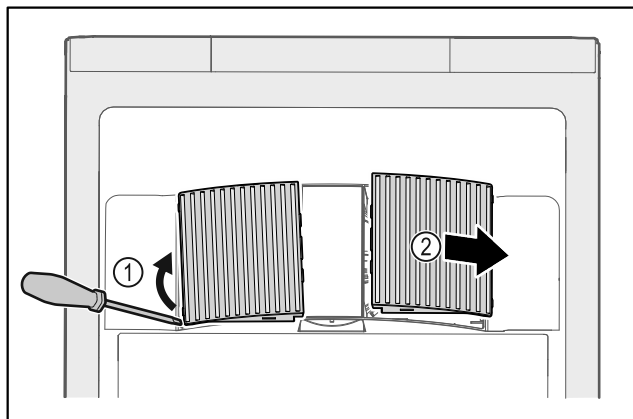

Fig. 47
- Ventilatorafdekkingen voorzichtig aan de zijkant eruit halen Fig. 47 (1) en naar de voorkant toe verwijderen Fig. 47 (2).